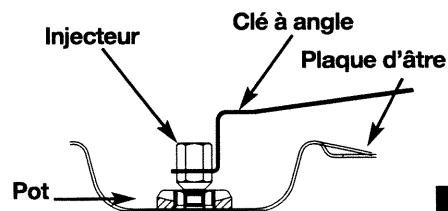

Fig. 2
- Dévissez à l'aide de la clé fournie les injecteurs situés dans le fond de chaque pot et ôtez-les (fig 2).